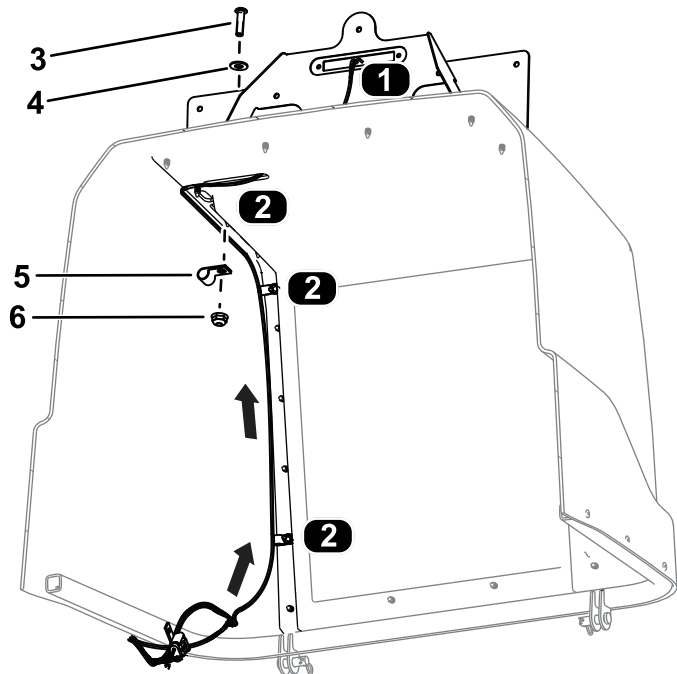

Figura 32
10. Encaminhe o conector da cablagem rotulado com LICENSE PLATE LIGHT (P14) através do capot e ligue-o à luz da matrícula (Figura 32).
11. Prenda a cablagem ao capot utilizando três parafusos de cabeça sextavada ($\frac{1}{4}$ x 1 pol.), 3 anilhas chatas, 3 abraçadeiras e 3 porcas flangeadas ($\frac{1}{4}$ pol.) como se mostra na Figura 32.